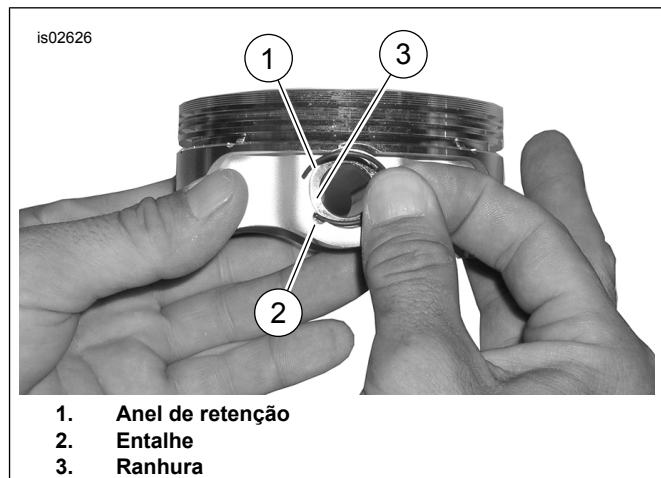

Figura 2. Anel de retenção e pistão (pistão genérico mostrado)
2. Veja Figura 2. Introduza a extremidade aberta do anel retentor (1) no entalhe (3) do entalhe (2) ao redor do ressalto do pino do pistão para que a abertura fique na posição 12:00 ou 6:00 quando instalado.